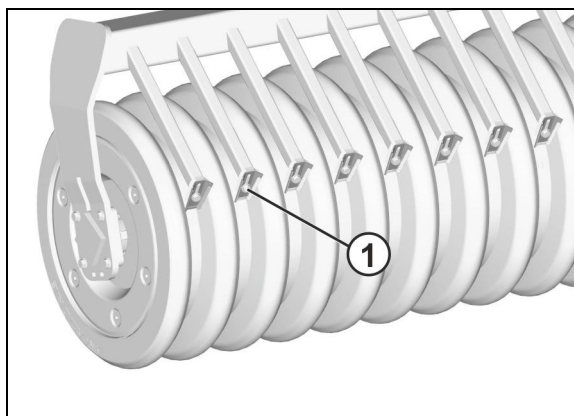

Fig. 42
2. Træk i bolten (**Fig. 42/1**).